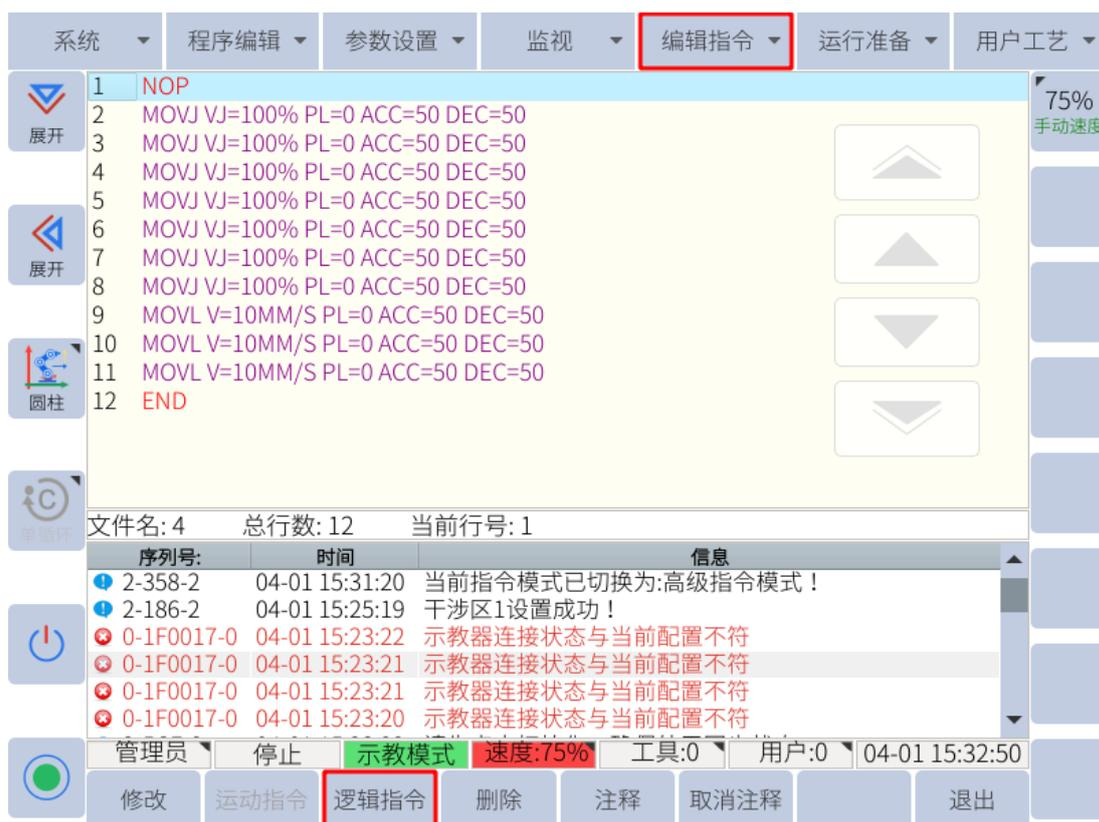

图 6-27 : 插入其他指令
2. 然后按主菜单下的“编辑指令”或“逻辑指令定制”在子菜单区选择要插入的指令，如图 6-27 所示。